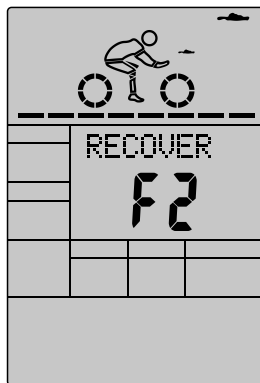

图 42
- 倒计时到 0 后，显示测试结果，等级分为 F1.0 - F6.0。（如图 42）